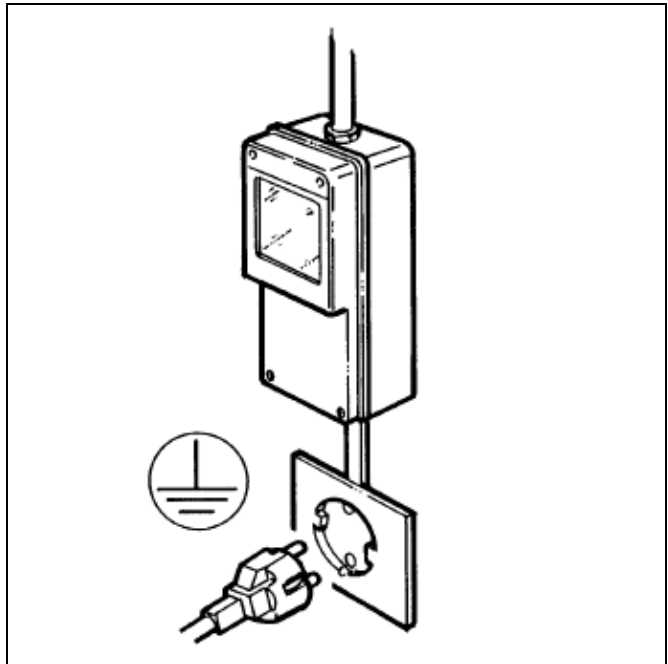

Fig. 3
- Accertarsi che il collegamento sia effettuato ad un impianto dotato di un efficace messa a terra come previsto dalle vigenti normative di sicurezza (fig.3). Il costruttore non può essere quindi considerato responsabile per eventuali danni causati dalla mancata messa a terra dell' impianto.
- E' indispensabile, per una corretta e sicura installazione, predisporre un'apposita presa comandata da un interruttore magnetotermico con distanza d'apertura dei contatti uguale o superiore a 3mm, conforme alle vigenti normative nazionali di sicurezza (fig.3).